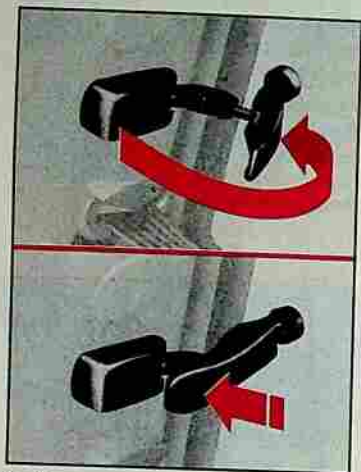

fig. 55
1) Déplacer le levier ainsi que l'indique la fig. 55.